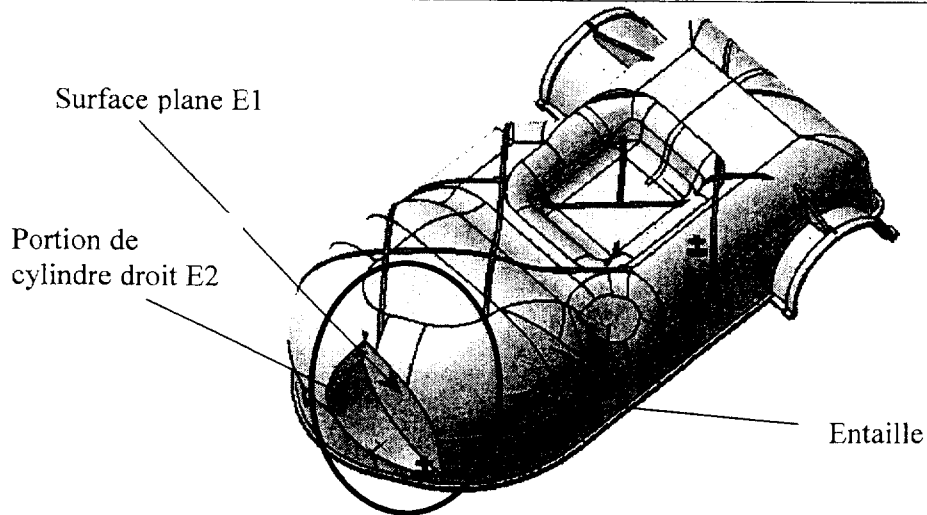

Figure 3 : ½ partie supérieure du résonateur seule
- de modifier les formes du résonateur conformément à la figure 3 de la page 4/9.
- La modification consiste à définir une entaille composée d'une surface plane E1 et d'une portion de cylindre droit E2 (voir figure 3).